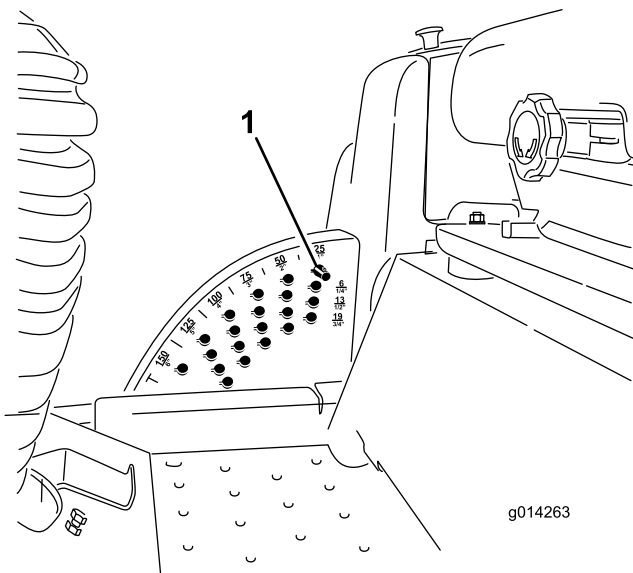

図 24
1. エンジンが回転している状態で、デッキ昇降スイッチの後側を押し、デッキが完全に上昇したら直ちにスイッチから手を離す 図 24。
2. 刈高ピンを回して刈高設定穴のスロットとが整列したところでピンを抜き取る 図 24。
3. 刈高ブラケットについている穴から、希望する刈高に対応する穴を見つけ、その穴にピンを通し、ピンを回してロックする (図 24)。
**注** 穴は全部で4列あります 図 24。外周側の列は、外周部に刻印されている通りの刈高の穴です。2 列目の穴は、それぞれ 1 列目プラス 6 mm の刈り高となります。3 列目の穴は、それぞれ 1 列目プラス 12 mm の刈り高となります。一番下の列の穴は、それぞれ 3 列目プラス 18 mm の刈り高となります。刈高 158 mm だけは例外で、2 列目のはずれにあります。この穴にセットすると刈高 158 mm となります 6 mm アップにはなりません。